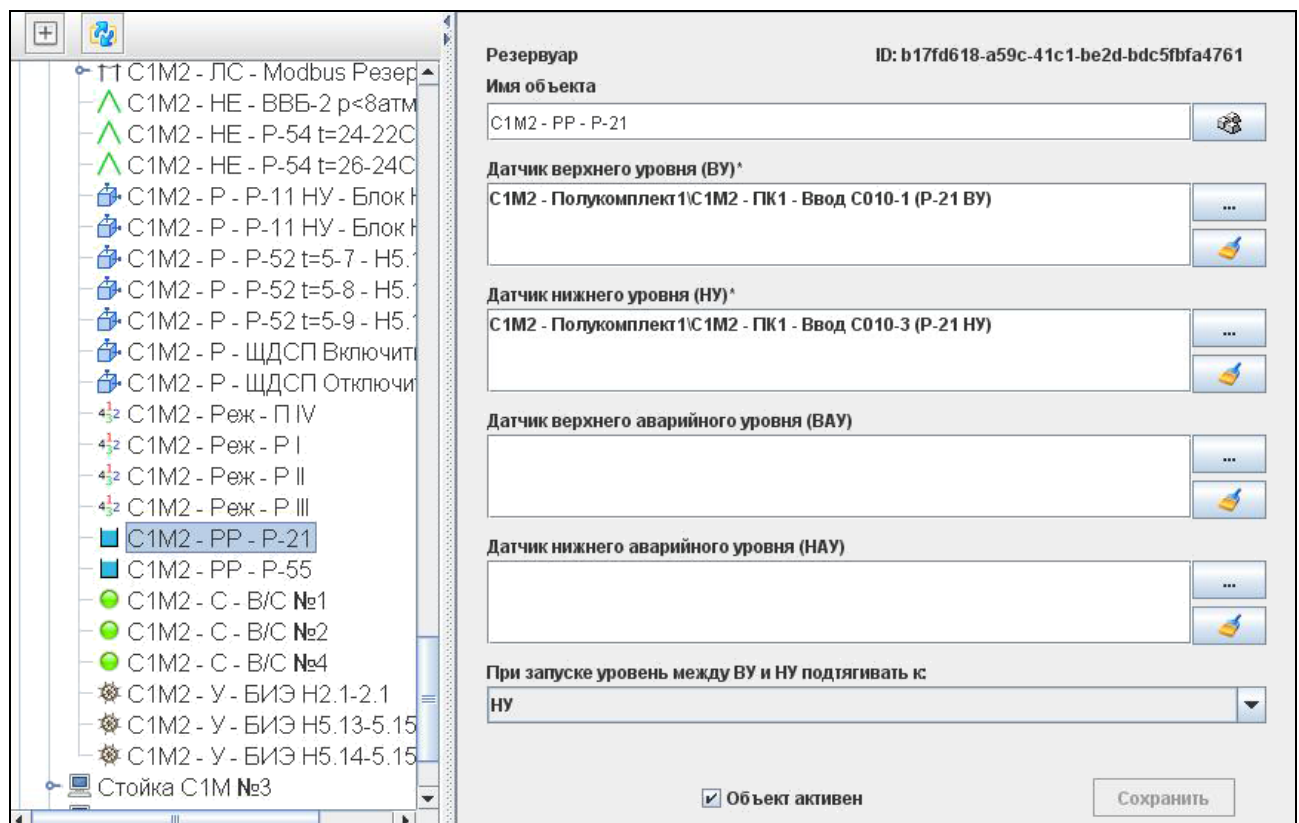

Рисунок 38 — Резервуар
3.10.10.1. Отражает состояние уровня жидкости в резервуаре, определяемое набором датчиков уровня: нижний уровень (НУ), верхний уровень (ВУ), нижний аварийный уровень (НАУ) и верхний аварийный уровень (ВАУ) (рис. 38).